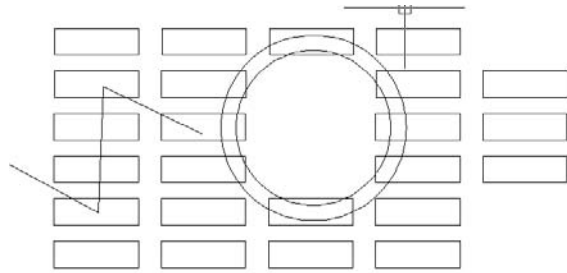

Figure 3.112
- Indiquez le deuxième point du vecteur (ici, le milieu du rectangle de la colonne de droite), puis validez (voir Figure 3.112).